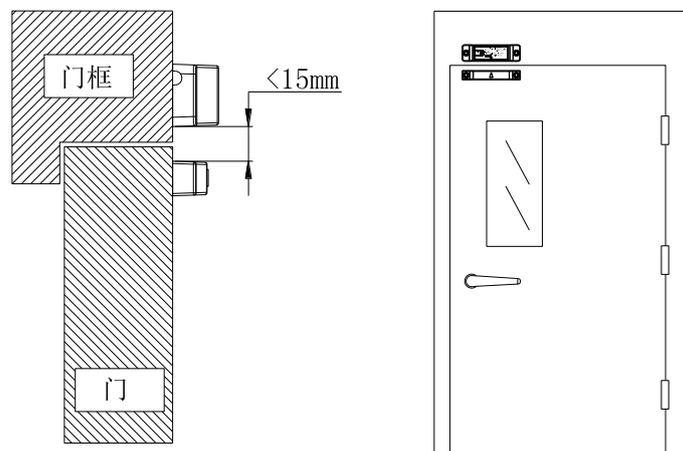

图 2 安装示意图
3. 监视模块安装于门框和门平齐的一面，并且是远离门轴的一侧。监视模块与磁体间隔小于 15mm，间隔越小灵敏度越高。安装示意图如图 2 所示。